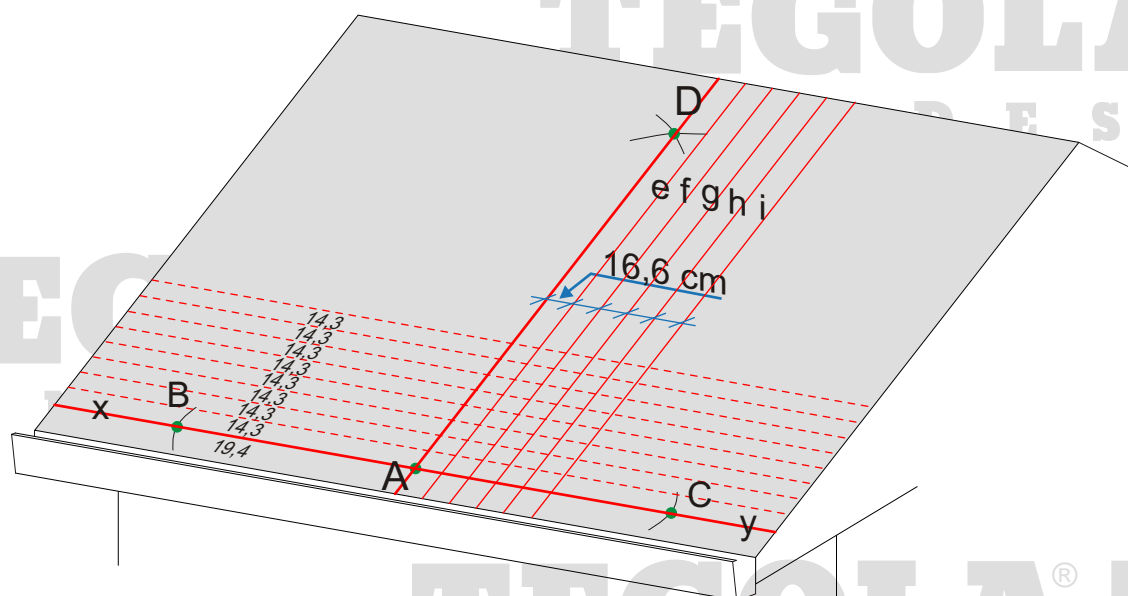

Abb. 1 - Abschnürung des Daches
- 19,4 cm parallel zu Traufe und First wird ein horizontaler Schnurstrang gezogen (XY);
- Ausgehend von der Linie XY werden Punkte parallel bis zum First im Abstand von 14,3 cm markiert, die dann horizontal verbunden werden (Abb.1).